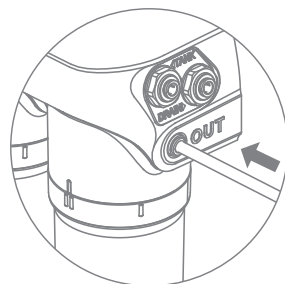
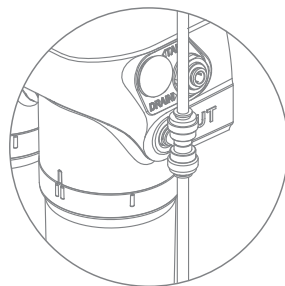

Рис. 21
Рис. 22
5. Вставьте до упора свободный конец синей трубки в гнездо «OUT» на скобе фильтра (рис. 21). В фильтре Престиж Смарт Антибор свободный конец синей трубки подключается в фитинг-тройник 1/4" (рис. 22).